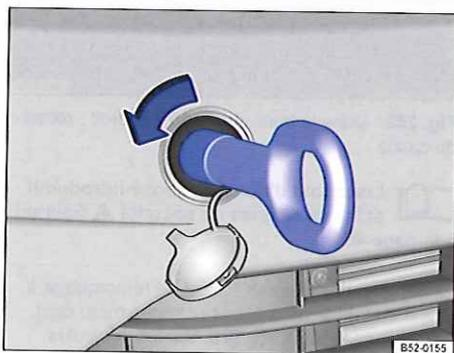

**Fig. 267** Dans le pare-chocs avant droit : dépose du cache
- Appuyez sur la zone inférieure du cache  $\Rightarrow$  **fig. 267** (flèche) pour défaire le crantage du cache.